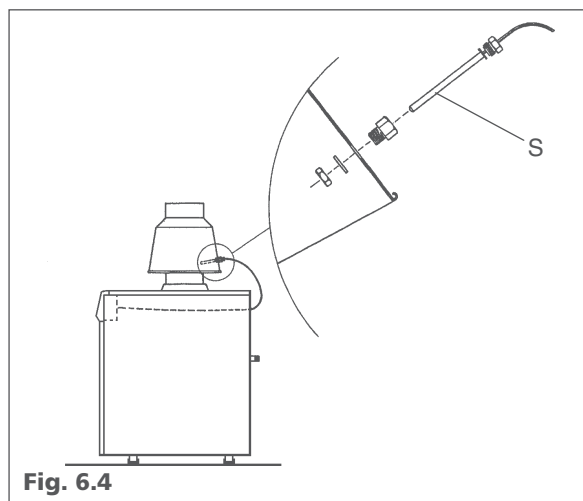

Fig. 6.4
Posizionare la sonda (S) nell'apposita sede come mostrato in fig. 6.4.